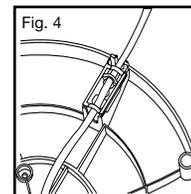

Fig. 4
- Tire suavemente del cable de alimentación para tensarlo y métalo bien en la ranura de fijación cerciorándose que queda retenido por la patilla de fijación (Fig. 4).